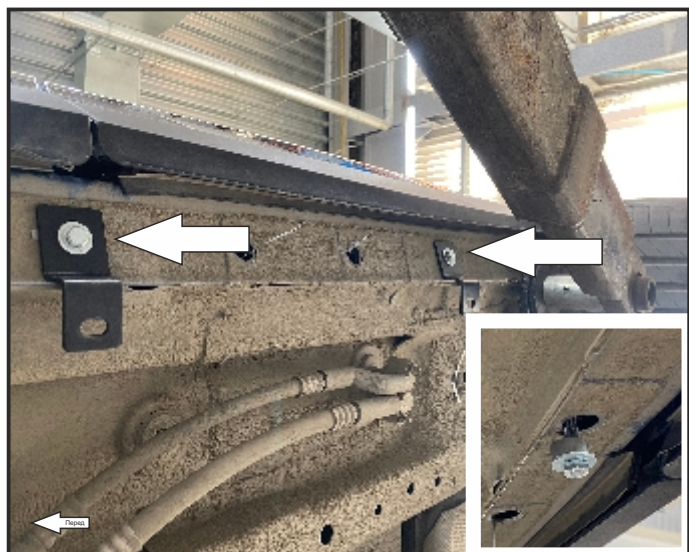

Рис. 6
3. Установить опоры, закрепить к закладным с проволокой при помощи болтов М8х40 и шайб 8 ув. через втулки 10мм. Резьбовые соединения затягивать (Рис.6).